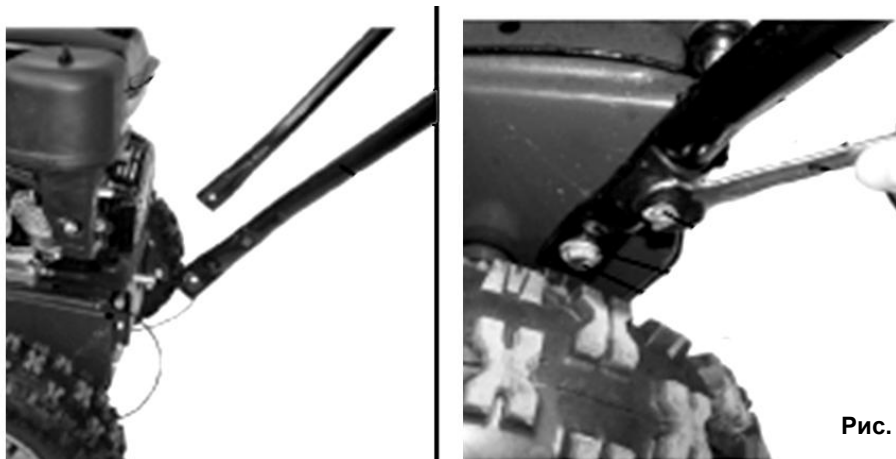

Рис. 2
- Установите обе рукоятки управления на основании снегоуборщика (См. Рис.2).